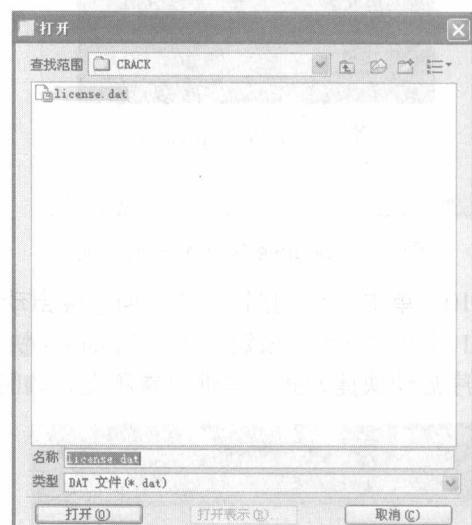

图1-6 寻找授权文件
(4)安装过程中系统会提示寻找授权文件,如果读者将授权文件放置在“CRAKE”文件夹中,则根据文件夹所在目录,找到名为license.dat的授权文件,如图1-6所示,单击[打开①]按钮。